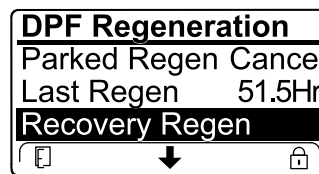

Figura 59
- Se il computer del motore non ha richiesto una rigenerazione di recupero e voi scorrete il menu verso il basso fino all'opzione RECOVERY REGEN, la rigenerazione di recupero viene bloccata e l'icona di blocco (Figura 59) compare nell'angolo in basso a destra dell'InfoCenter.